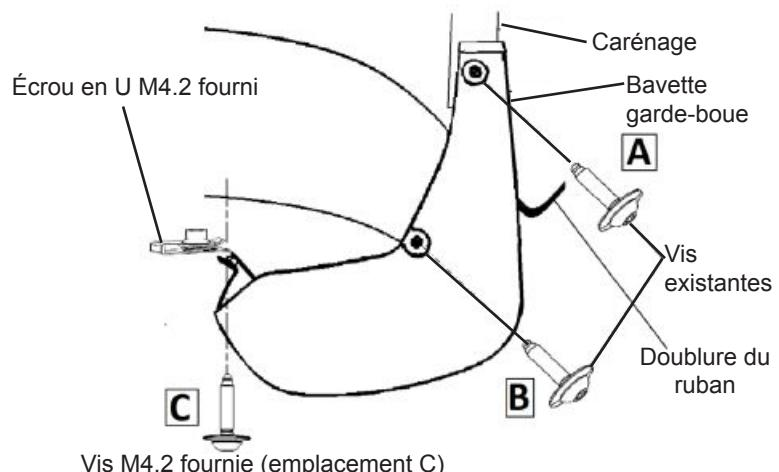

Figure 3
1. Déposer les vis existantes aux emplacements **A** et **B**. Voir la **Figure 1** pour le côté gauche et la figure 3 pour le côté droit.